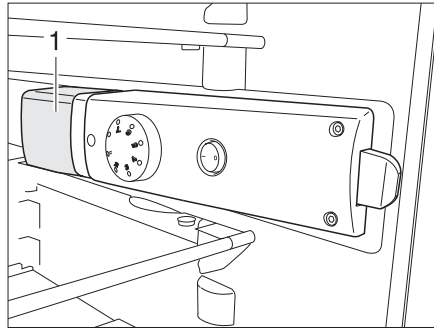

Bild 301 Kühlschranksleuchte
- Von hinten unter die Leuchtenabdeckung (Bild 301,1) fassen und Leuchtenabdeckung ca. 3 mm anheben.